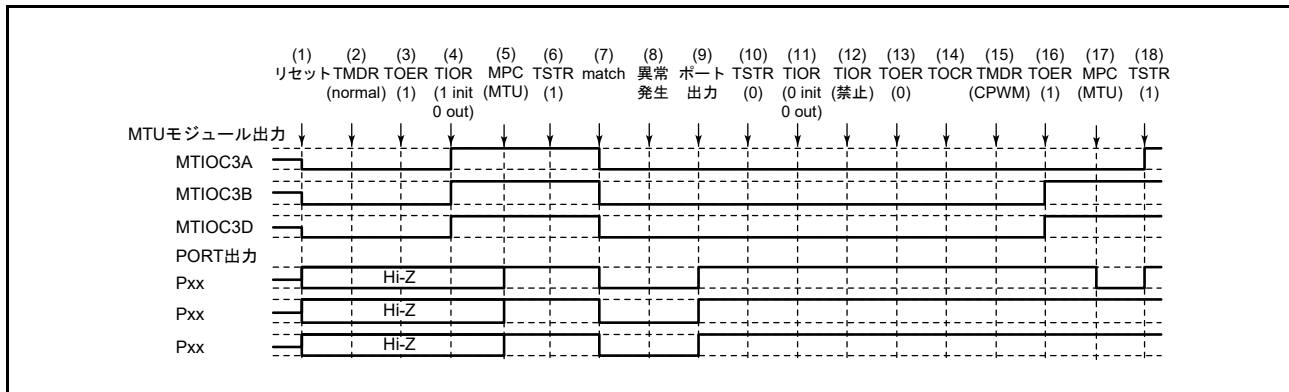

図 22.158 ノーマルモードで異常が発生し、相補 PWM モードで復帰する場合
ノーマルモードで異常が発生し、再設定後相補 PWM モードで再スタートする場合の説明図を図 22.158 に示します。
- (1) ~ (13) は図 22.158 と共通です。
- (14) TOCR1A、TOCR2A (TOCR1B, TOCR2B) レジスタでリセット同期 PWM の出力レベルと周期出力の許可 / 禁止を選択してください。
- (15) リセット同期 PWM を設定します。
- (16) TOERA (TOERB) レジスタで MTU3、MTU4 (MTU6, MTU7) の出力を許可してください。
- (17) MPC と I/O ポートのポートモードレジスタ (PMR) で MTU 出力としてください。
- (18) TSTRA (TSTRB) レジスタで再スタートします。